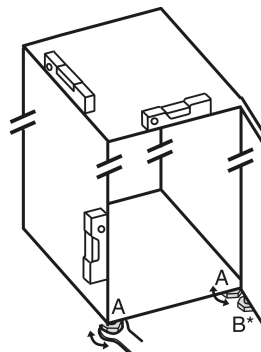

Fig. 6
- ▶ Seřizovací nožky Fig. 6 (A) vyšroubujte pomocí příloženého vidlicového klíče a pomocí vodováhy, dokud nebude spotřebič pevně vyrovnaný.
- Seřizovací nožku Fig. 6 (B) na stojanu ložiska vytáchejte pomocí přiloženého vidlicového klíče, až dosedne na zem.
- Seřizovací nožku Fig. 6 (B) otáchejte dál o 90°.